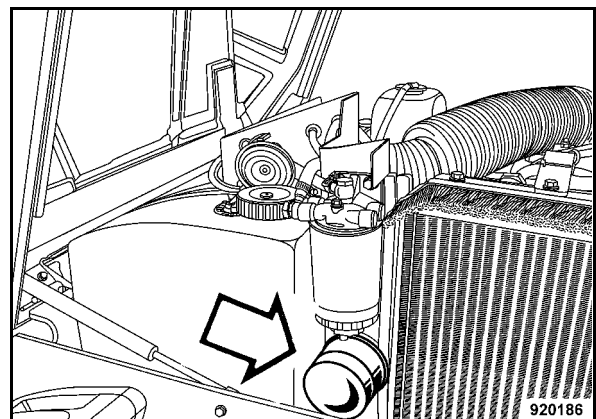

Fig. 111
- Desenroscar el cartucho filtrante 1 (Fig. 111) con una llave de cinta apropiada.